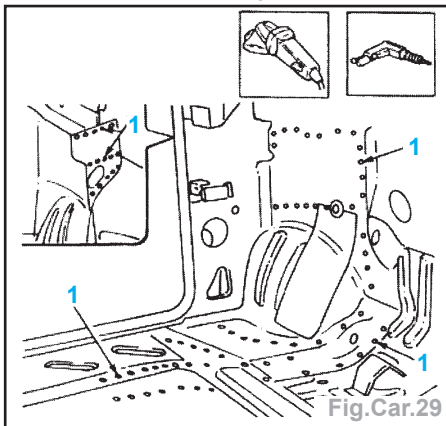

Fig.Car.29
- Meuler les points de soudure et percer quelques trous (1) (Fig.Car.29).